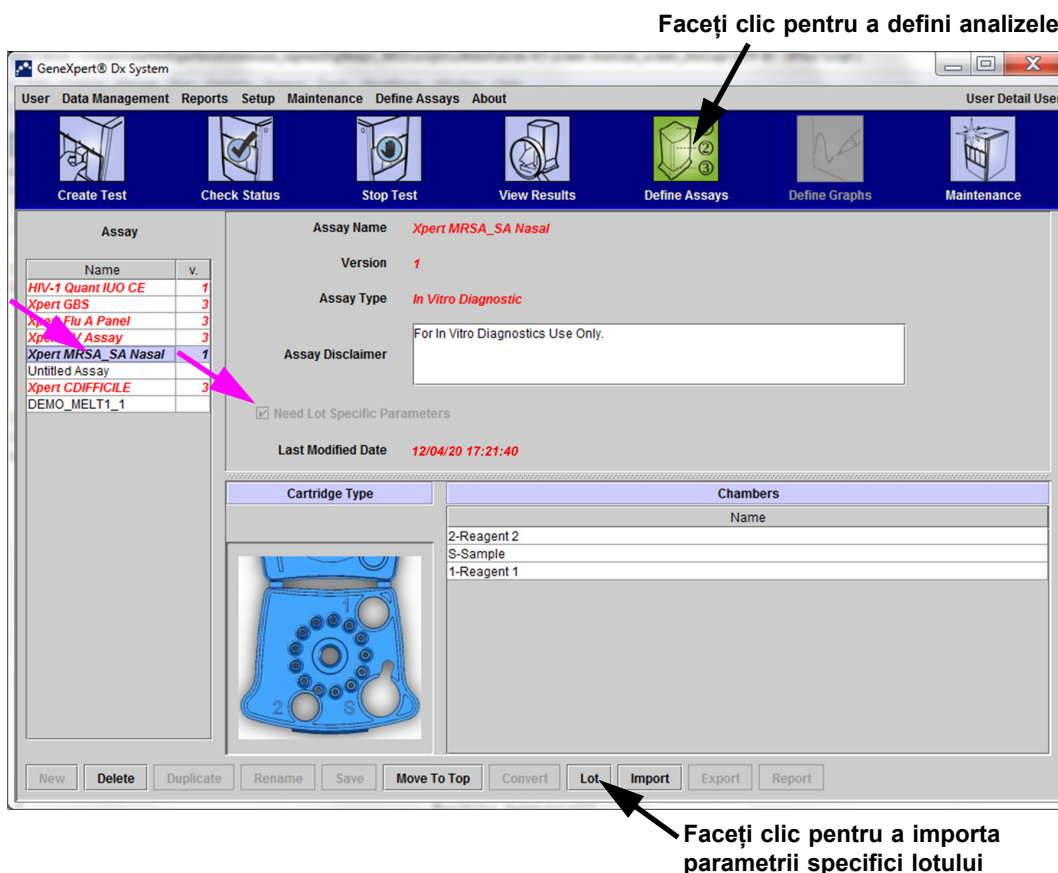
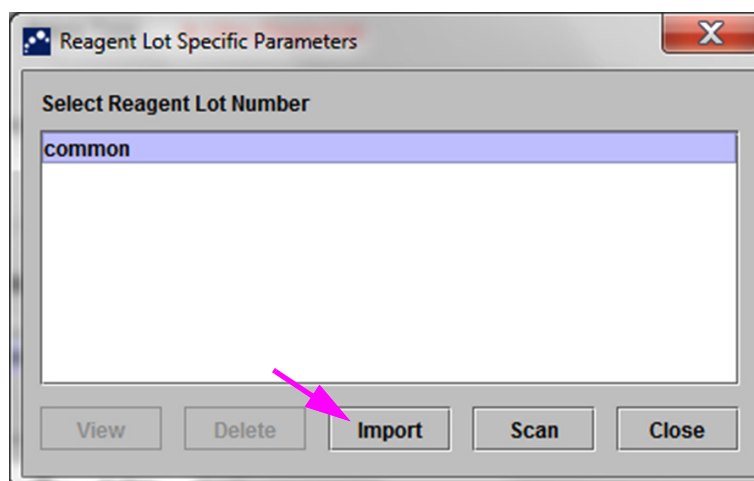

Figura 2-94. Fereastra Definire analize, care afișează caseta bifată Necesită parametri specifici lotului bifată
Figura 2-95. Caseta de dialog Parametri specifici lotului de reactivi
1. În fereastra Definire analize (Define Assays) (consultați Figura 2-94), selectați numele analizei din lista **Analiză (Assay)** (din partea stângă a ferestrei).
2. Faceți clic pe **Lot**. Apare caseta de dialog Parametri specifici lotului de reactivi (Reagent Lot Specific Parameters). Consultați Figura 2-95.
Figura 2-95 indică Număr lot de reactivi (Reagent Lot Number) comun înainte de importarea anumitor loturi. Dacă parametrii specifici analizelor și/sau loturilor au fost deja importați în sistem, se vor afișa numerele loturilor de reactivi.
1. În fereastra **Definire analize (Define Assays)** (consultați Figura 2-94), faceți clic pe **Lot**. Apare caseta de dialog Parametri specifici lotului de reactivi (Reagent Lot Specific Parameters). Consultați Figura 2-95.